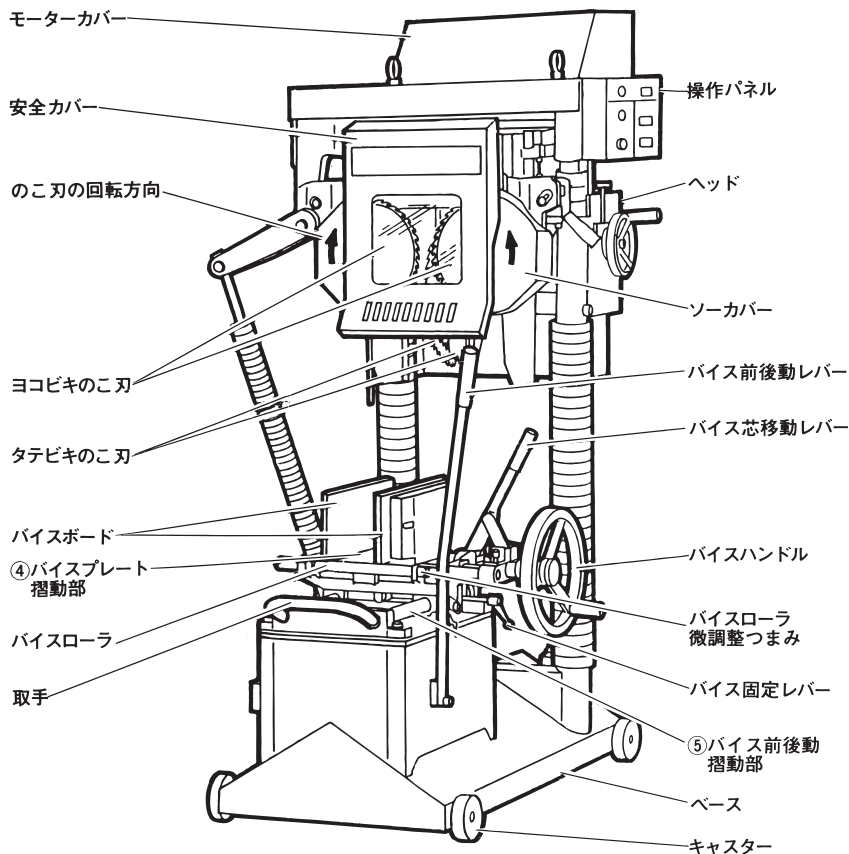

図 1
注 • 図 1, 2 において①, ②, ③, ④, ⑤, ⑥, ⑦はとくに大切な注油場所を示します。
④過負荷表示ランプ	昇降モーターが過負荷になると、過負荷保護装置が作動し、表示ランプが点灯します。このとき、のこ刃の回転と昇降が停止します。
⑤下降速度調整ツマミ	下降速度が選択できます。
⑥ヘッド昇降レバー	レバーを上にも倒すと、ヘッド（7ページ図1参照）が上昇し、はなすと、止まります。 レバーを下にも倒すと、ヘッドが下降し、はなすと止まります。